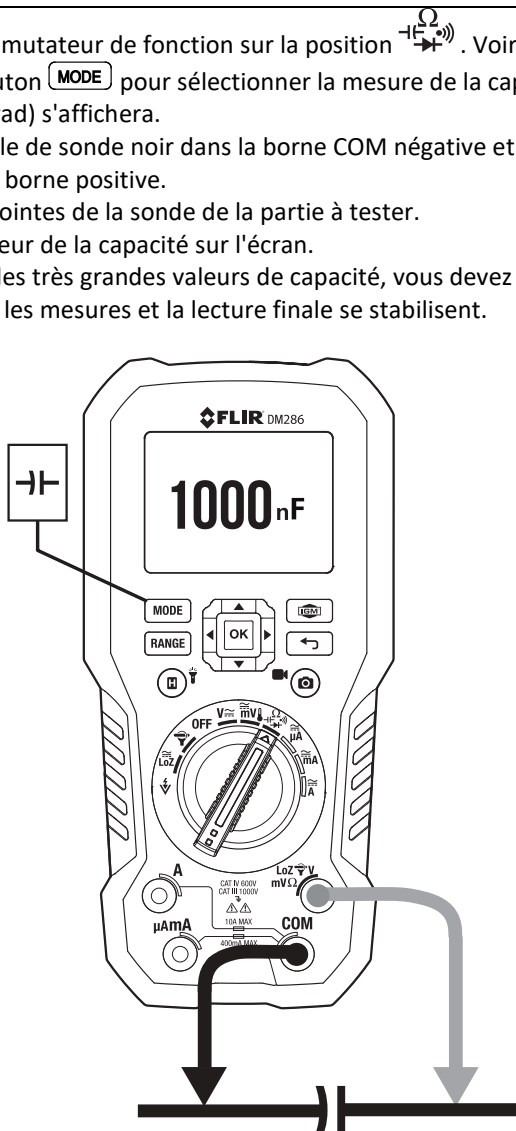

Fig. 9.7 Mesure de la capacité
1. Réglez le commutateur de fonction sur la position $\rightarrow|-\rightarrow$. Voir la **Fig. 9.7**.